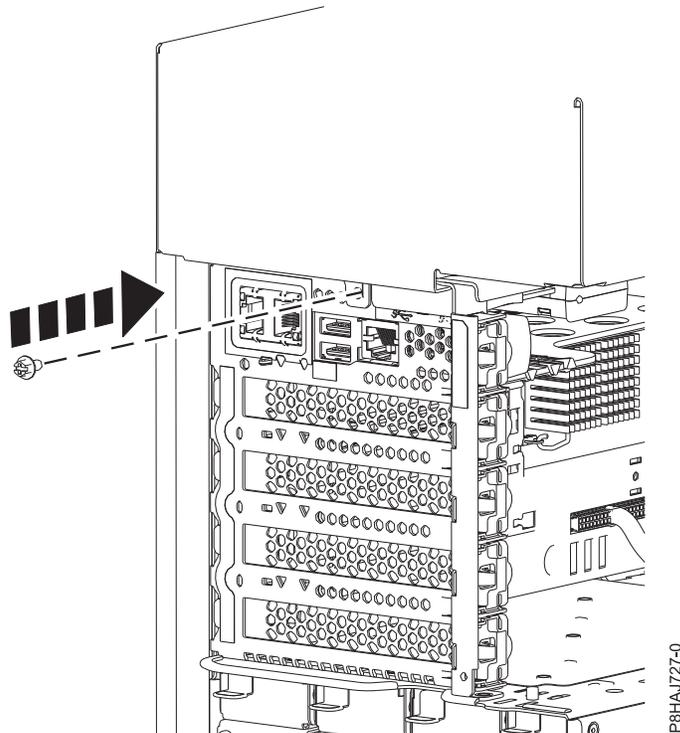

Abbildung 39. Anbringen der Schraube der Seitenabdeckung bei einem Standalone-System vom Typ 8286-41A
5. Bringen Sie die hintere Schraube der Seitenabdeckung mit einem Kreuzschlitz-Schraubendreher an (siehe Abb. 39 auf Seite 57).